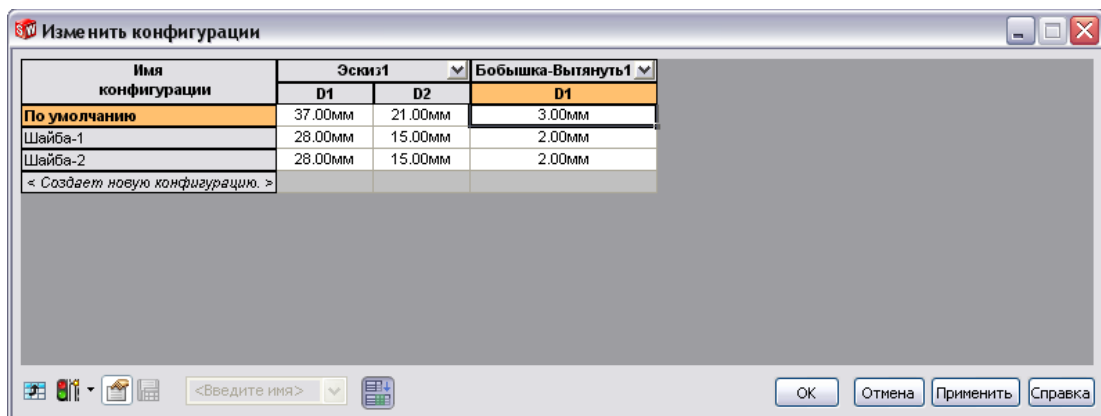

Рисунок 7.11 – Внесення нових параметрів до вікна конфігурації
3. В таблиці вказуємо нові параметри, як на рис. 7.11.